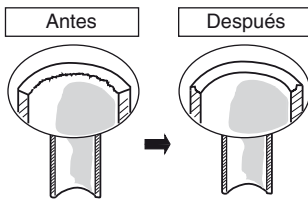

Fig. 5-1
- (1) Corte el tubo de cobre a la longitud necesaria con un cortador de tubos. Se recomienda cortar aprox. de 30 a 50 cm más largo que la longitud del tubo estimada.
- (2) Extraiga las rebabas del extremo del tubo de cobre con un escariador de tubos o una lima. Este proceso es importante y debe hacerse con cuidado para conseguir un buen abocardado. Cerciérese de impedir que entre cualquier contaminante (humedad, suciedad, virutas metálicas, etc.) en la tubería. (Figs. 5-1 y 5-2)